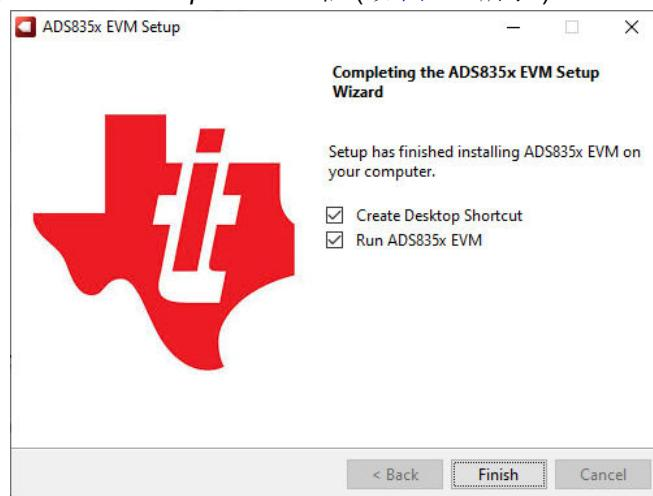

图 5-5. ADS835x EVM 软件安装最后一步
- 在这些安装完成后，选中 *Create Desktop Shortcut* 框 (如图 5-5 所示)。